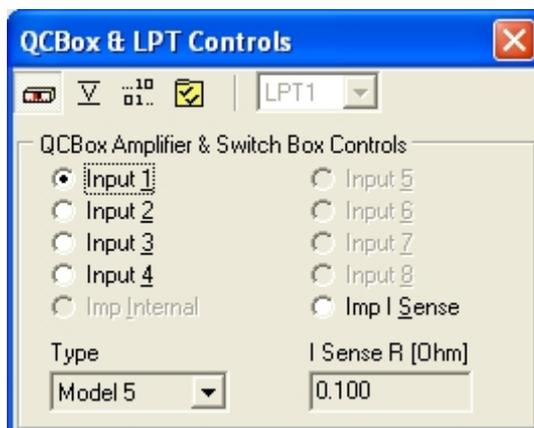

图4-7
1) 点击可进入如图4-7的连接到CLIO10的一些外部硬件的控制。